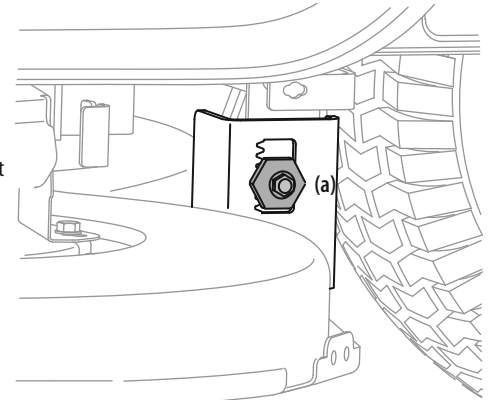

Figure 27
3. Un boulon de réglage se trouve sous chaque aile arrière, près des roues. Voir Figure 27.